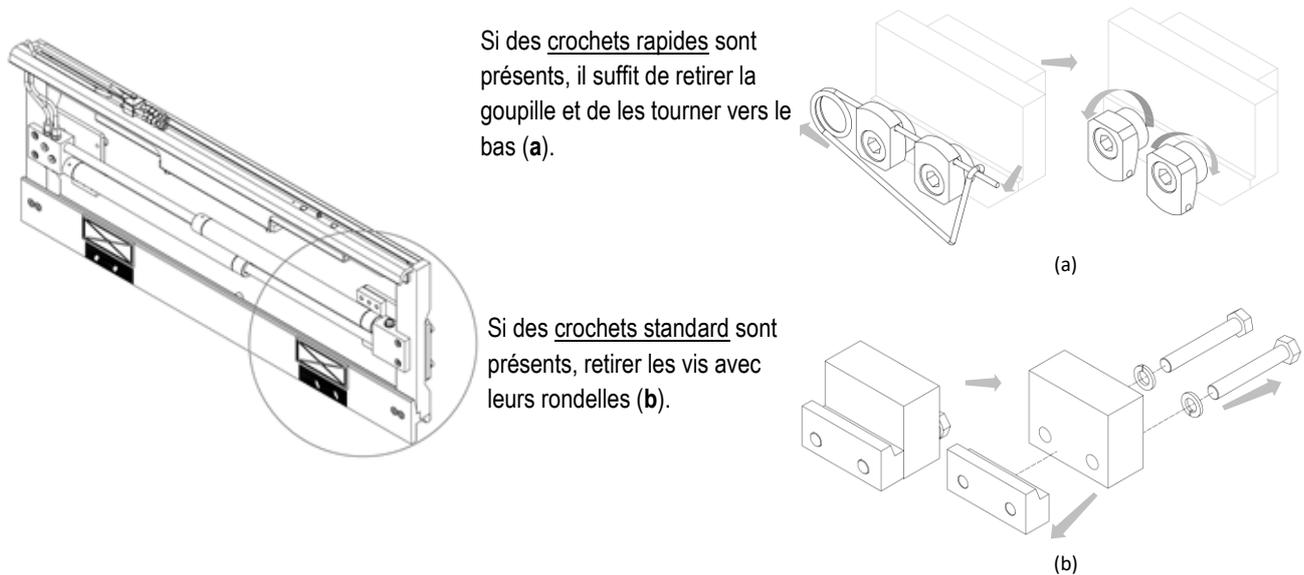

Figure 10
4. Retirer les crochets inférieurs de l'équipement (voir Figure 10).